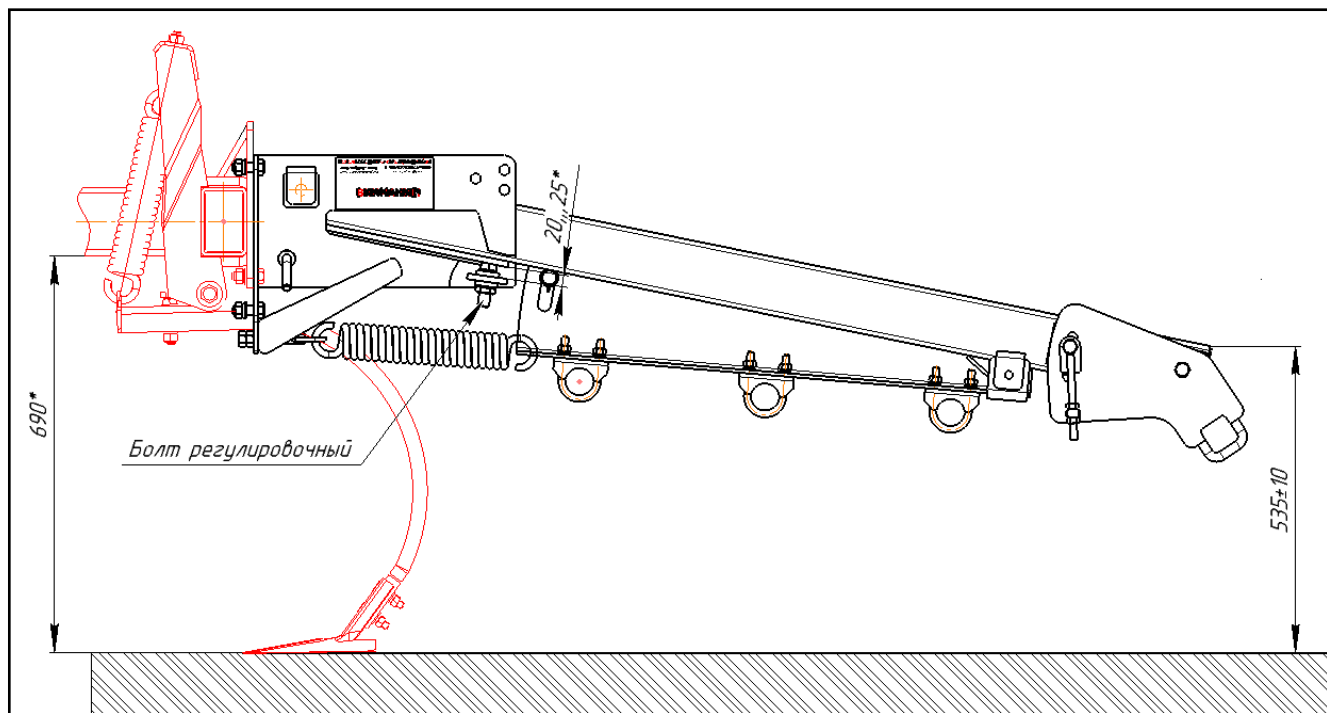

Рисунок 20.1 – Установка подвесок комбинированного шлейфа
2) Первоначально необходимо выставить раму в горизонт, установить культиватор с опорой на стрельчатые лапы, произвести установку подвесок шлейфа на фланцы рамы и крыльев. Следует обратить внимание, что присоединение фланцев надлежит производить не на верхние отверстия фланца, а на вторые по высоте (см. рисунок 20.1). Установить все подвески шлейфа на рамную конструкцию.
3) Произвести проверку позиционирования поводка подвески катка. При высоте рабочего органа 690 мм проконтролировать высотный размер 535 ± 10 мм (рисунок 20.1). Все поводки должны быть одинаково позиционированы по высоте. В случае отклонения высотного размера свыше 525...545 мм надлежит произвести регулировку положения поводка болтом регулировочным, расстояние от головки болта до фланца при номинальных размерах должно составить от 20 до 25 мм.